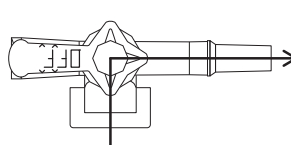

図7
- (5) 活栓のハンドルを操作し、コックの向きを図7の状態にし、ゆっくりと血液の吸引を行います。
- 図7：サンプリングサイトラインと下流ライン（患者側）の流路